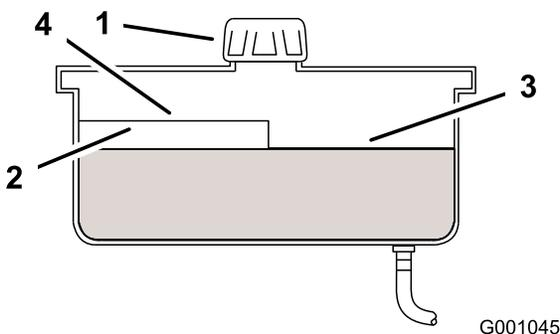

Bild 46
4. Reinigen Sie den Bereich um den Deckel und Füllstutzen des Hydraulikbehälters (Bild 46).
5. Nehmen Sie den Deckel vom Füllstutzen ab und überprüfen Sie den Ölstand im Behälter. (Bild 46).
Hinweis: Der Füllstand sollte bei warmem Öl an der Oberkante der Zwischenplatte liegen (Bild 46).